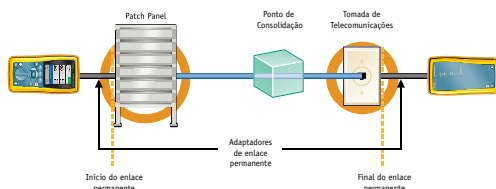

Figura 1
Note que a configuração desse enlace de teste não é usual. A configuração recomendada de enlace permanente termina em uma patch panel, em uma extremidade, e na TO na outra extremidade, com um ponto de consolidação (CP) opcional (conexão) a não menos de 15 m de qualquer extremidade (e usualmente mais próximo da TO), conforme mostrado na figura 1. Assim, o diagnóstico mostrado na figura 5a também está correto. Esse enlace permanente contém uma conexão a mais do que o usual ou recomendado. Nós sabemos, contudo, que, após trocar o patch cord defeituoso por um bom, esse enlace, incluindo a anomalia do conector, atende ao teste de enlace permanente de Classe E.